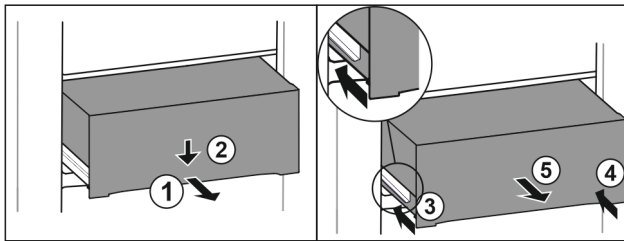

Fig. 91
- ▶ Изтеглете чекмеджето наполовина. Fig. 91 (1)
- ▶ Натиснете надолу чекмеджето от предната страна. Fig. 91 (2)
- ▶ Вкарайте лявата релса приблизително 2 cm навътре. Fig. 91 (3)
- ▶ Вкарайте дясната релса приблизително 2 cm навътре. Fig. 91 (4)
- ▶ Извадете чекмеджето напред. Fig. 91 (5)